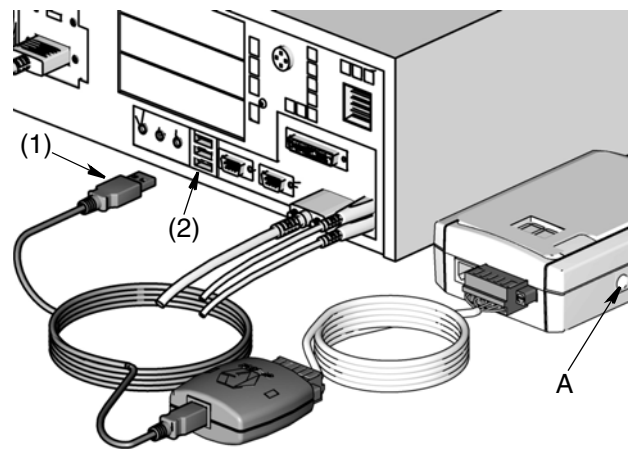

ABB. 10
- Für größere Abstände zwischen Sendeempfänger und Matrix-PC von bis zu 1219 Metern (4000 Fuß) ist ein **RS422-Adapter** erforderlich. Siehe ABB. 10, Seite 7.